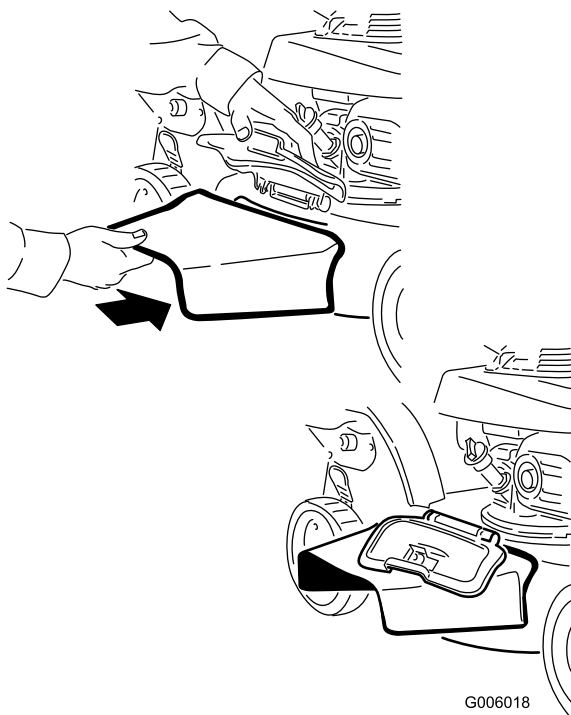

Figure 34
3. Montez l'éjecteur latéral et rabattez le volet sur l'éjecteur (Figure 34).